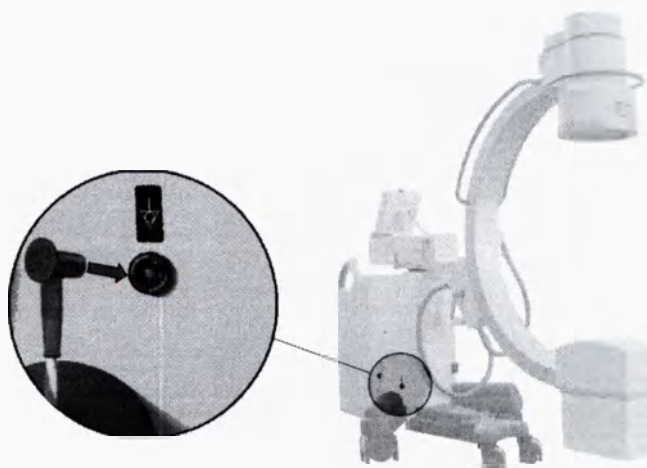

Рисунок 34
8.1.4 Подсоедините кровать пациента (не входит в состав аппарата) к разъему эквипотенциального заземления на штативе (см. рисунок 34).